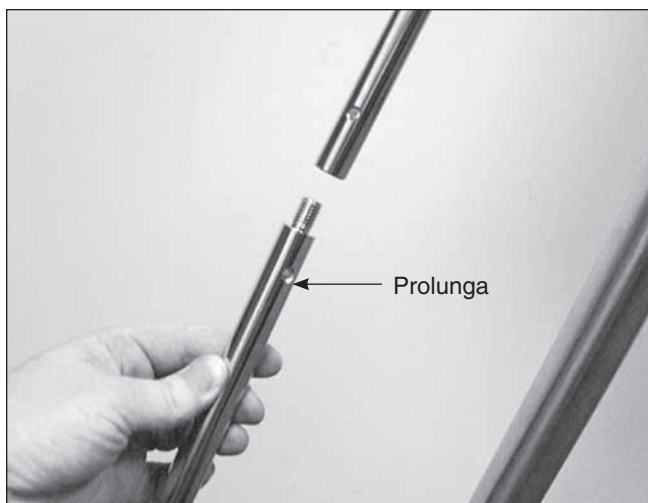

Figura 5. La prolunga della barra di contrappeso si avvita nella terminazione della barra di contrappeso.
4. La montatura Atlas viene fornita con una prolunga della barra di contrappeso di 184 mm che può essere installata se occorre bilanciare carichi più pesanti (**Figura 5**). Assicurarsi che la prolunga sia fissata saldamente prima di installare i contrappesi.